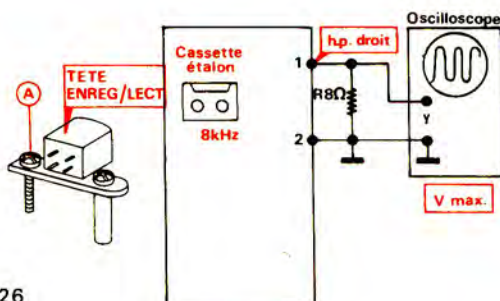

Fig. 26
2. REGLAGE D'AZIMUT DE LA TETE ENREG./LECT. (Fig. 26)